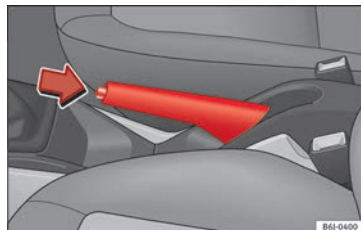

Bild 169 Handbroms mellan framsätena.
- Dra åt handbromsen ordentligt » **bild 169**.
- Dra handbromsen lätt uppåt och tryck på frigöringsknappen i pilens riktning » **bild 169** och för ned handbromsspaken helt » **△**.